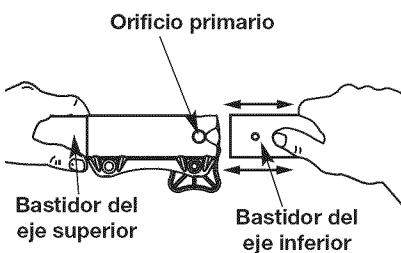
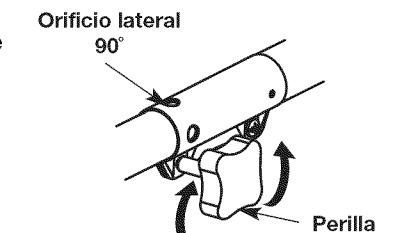

Fig. 10
Fig. 11
- Gire la perilla en sentido antihorario para aflojarla (Fig. 11).
- A la vez que sujeta la caja del eje superior, tire del accesorio de corte o cualquier otro accesorio recto hacia afuera del acoplador Convertible™ (Fig. 10).
PRECAUCIÓN: Antes de operar esta unidad, cerciórese de que el botón de liberación esté completamente encajado en el orificio principal (Fig. 10) y de que la perilla de ajuste (Fig. 11) esté firmemente apretada.
- A la vez que sostiene firmemente el accesorio de corte u otro accesorio, empújelo derecho hacia el interior del acoplador Convertible™ hasta que el botón de desconexión encaje sólidamente en el orificio principal (Fig. 10).
- Gire la perilla en sentido horario para ajustarla (Fig. 11).
Para realizar recortes decorativos con el accesorio de corte de cabezal de línea u otro accesorio, trabe el botón de desconexión del accesorio de corte u otro accesorio en el interior del agujero de 90° (Fig. 11).